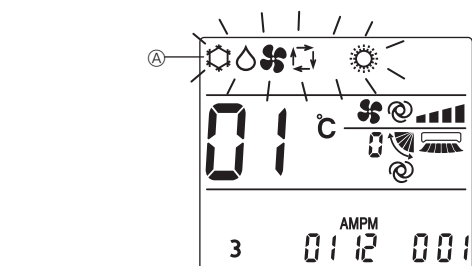

Fig. 6-8
1. Pulse el botón **MODE** (F) para detener el acondicionador de aire.
2. Pulse el botón **MODE** (F).
Se mostrará la pantalla de configuración de funciones y parpadeará el n.º de función (A). (Fig. 6-8)